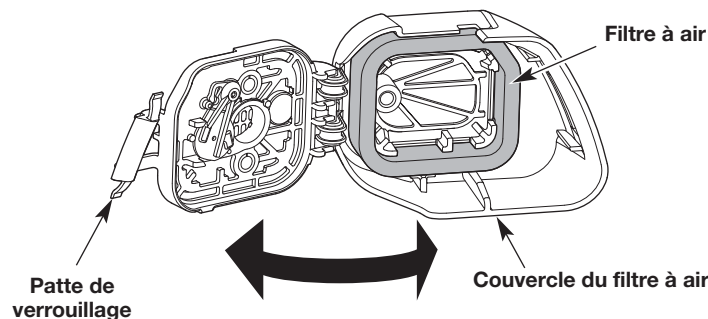

Fig. 18
1. Ouvrez le couvercle du filtre à air : appuyez sur la patte de verrouillage et faites basculer le couvercle du filtre vers la droite (Fig. 18).
2. Retirez le filtre à air de l'intérieur du couvercle du filtre (Fig. 18).
6. Réinstallez le filtre à air à l'intérieur du couvercle (Fig. 18).
7. Fermez le couvercle du filtre à air : basculez le couvercle du filtre vers la gauche et appuyez dessus jusqu'à ce que la patte de verrouillage s'enclenche en position fermée (Fig. 18).